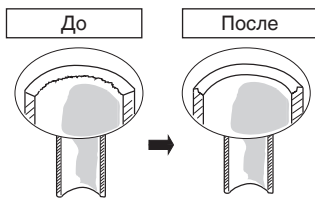

Рис. 5-1
- (1) Отрежьте медную трубу до нужной длины с помощью трубореза. Рекомендуется отрезать приблиз. на 30 – 50 см длиннее нужной длины трубопровода.
- (2) Удалите заусенцы на каждом из концов медного трубопровода с помощью развертки или напильника. Этот процесс является очень важным и должен выполняться осторожно, чтобы получилось хорошее коническое соединение. Следите за тем, чтобы загрязнения (влага, грязь, металлические опилки и т.п.) не попали в трубопровод. (Рис. 5-1 и 5-2)